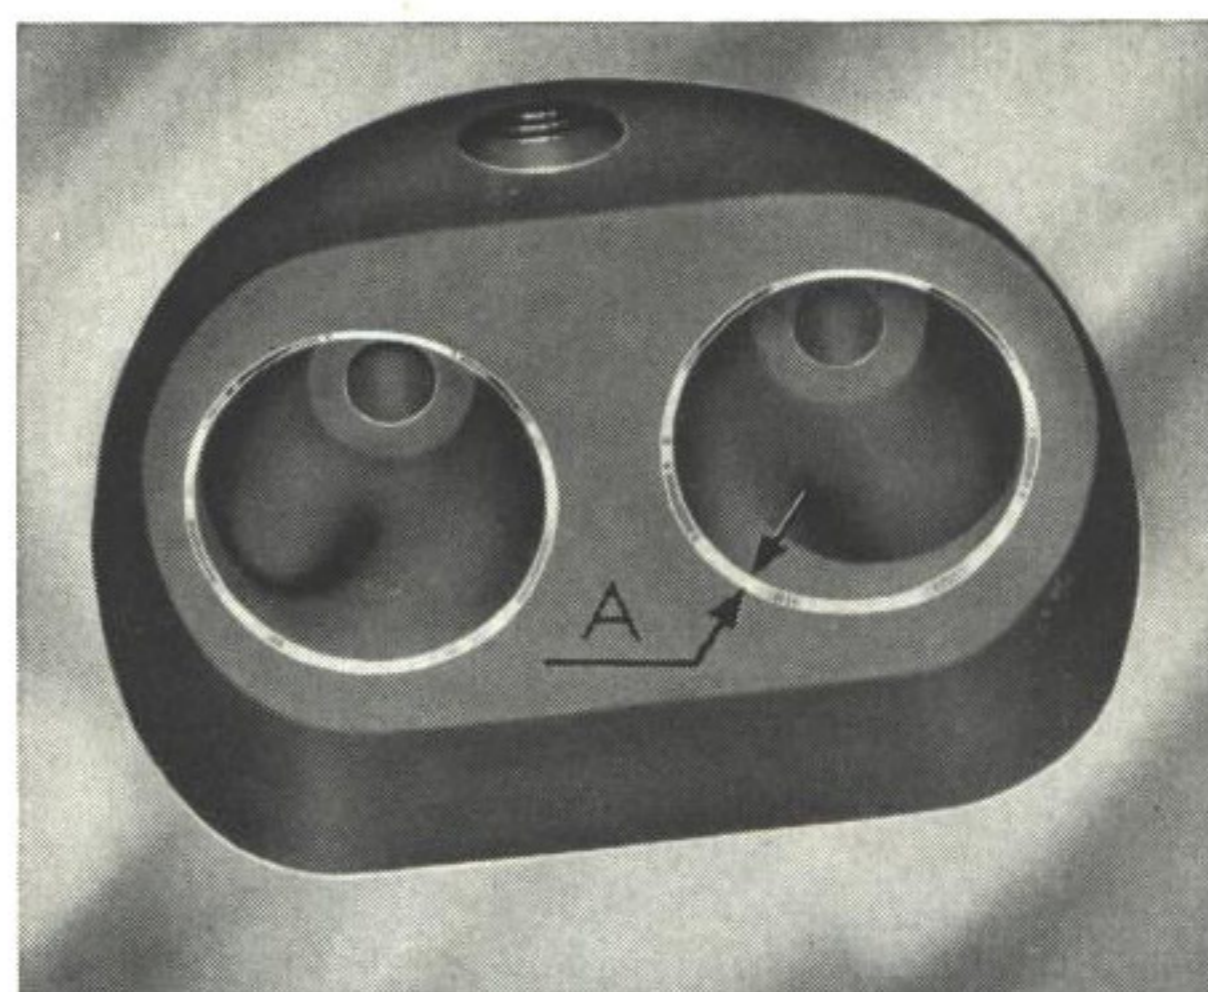

Bild 36. Ventilsets bredd.
2. Slipa ventilsätena. Använd en eldriven slipmaskin eller ev. handfräs. Styrspindeln måste sättas fast noga före arbetet och utslitna styrningar vara bytta mot nya. Sätet slipas tills fullgod tätningsyta erhålles. Vinkeln är 45° och tätningsytans bredd bör vara 1,5 mm se "A" bild 36. Blir tätningsytan för bred efter renslipning kan den reduceras inifrån med en slipskiva av 70° vinkel, och utifrån med en 20° slipskiva.